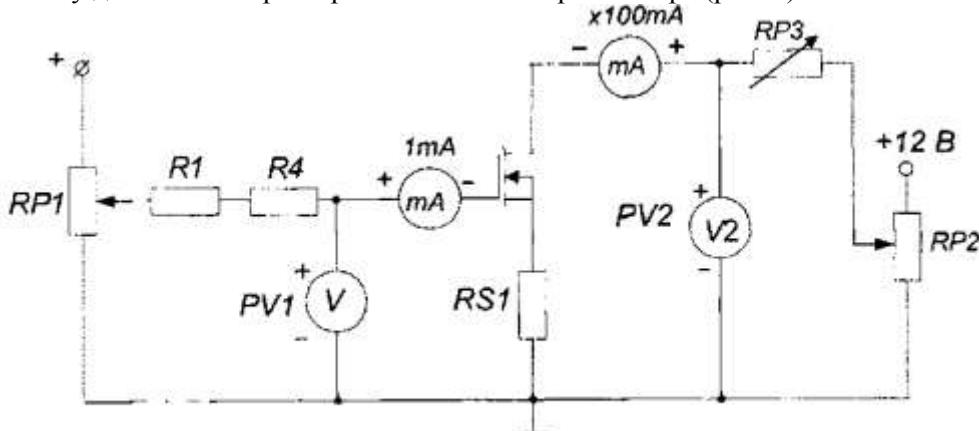

Рис.2 Схема для снятия стоко-затворной характеристики полевого транзистора
- Собрать схему для снятия характеристик полевого транзистора (рис. 2).
2) Снять стокозатворную характеристику  $I_c = f(U_{zi})$  при постоянном напряжении на стоке  $U_c$ , используя схему на рис. 2. Экспериментальные точки записывать в таблицу и наносить на график. Изменяя напряжение на затворе от нуля до максимального значения при помощи потенциометра  $RP_1$ , снять стокозатворную характеристику при  $RP_3=150$ ,  $RP_2=3,5$ ). При снятии характеристики убедитесь, что ток затвора  $I_z$  мал. На начальном участке характеристики точки снимать чаще.